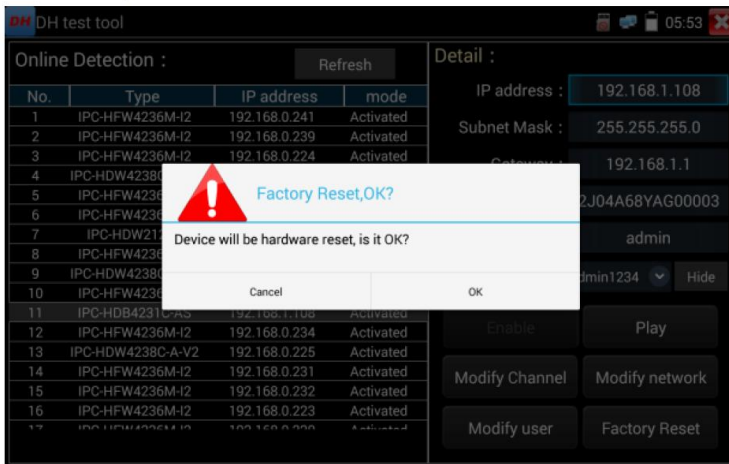

Рис. 127 Сброс к заводским настройкам
7. Для сброса настроек видеокамеры к заводским воспользуйтесь кнопкой «Сброс к заводским настройкам» (Factory Reset) рис. 127